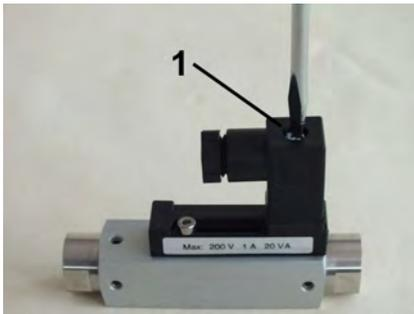

Abb. 53: Steckerdose lösen
1. ➤ Mit einem Schlitzschraubendreher die Befestigungsschraube (Abb. 53/1) der Steckerdose lösen